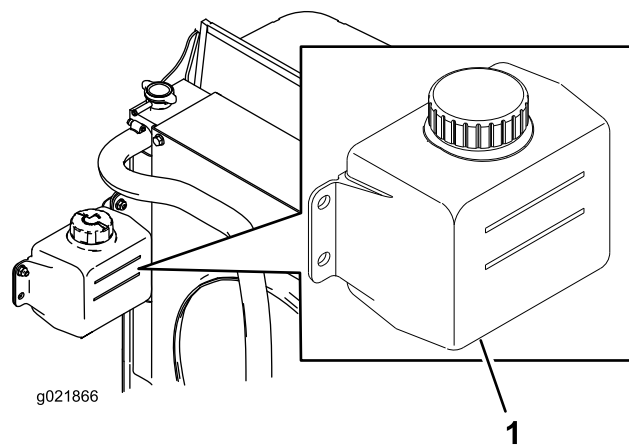

Figura 67
1. Compruebe el nivel de refrigerante en el depósito de expansión (Figura 67).